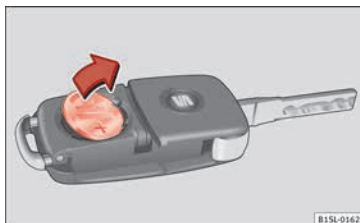

Abb. 129 Fahrzeugschlüssel: Batterie herausnehmen.
- Batterie mit einem geeigneten dünnen Gegenstand aus dem Batteriefach heraushebeln » **Abb. 129**.
- Neue Batterie wie gezeigt ansetzen » **Abb. 129** und entgegen der Pfeilrichtung in das Batteriefach drücken » ❷.